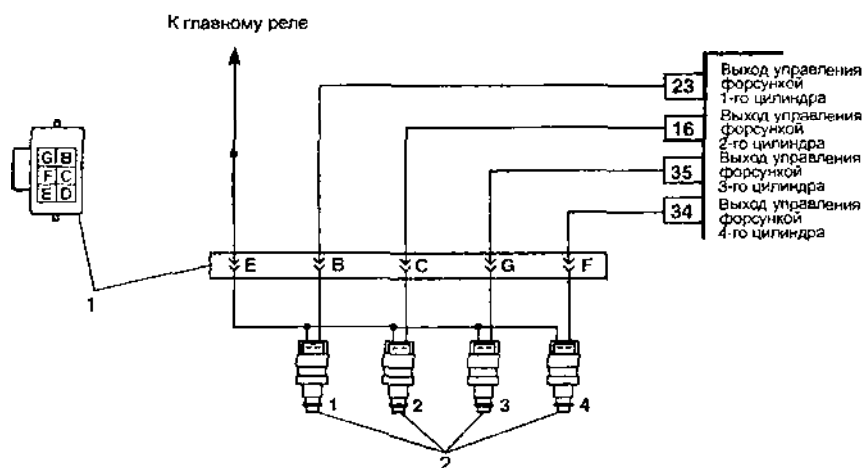

Рис. 3.3.6. Схема проверки цепи управления форсунок цилиндров: 1 - колодка жгута форсунок; 2 — форсунки; 3 - контроллер.
3.3.7. Неисправность форсунок, цепи управления форсунок цилиндров (рис. 3.3.6)